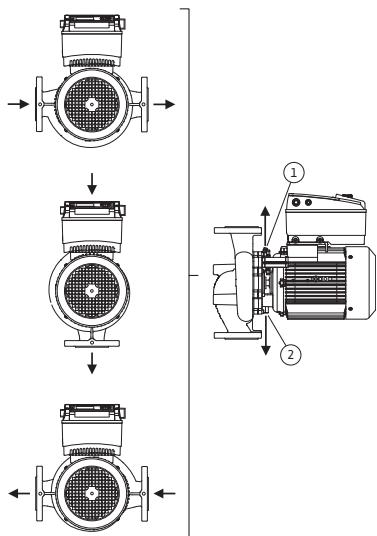

Рис. 18: Допустимые монтажные положения с горизонтальным валом электродвигателя
Допустимые монтажные положения с горизонтальным валом электродвигателя и электронным модулем вверх (0°) показаны на рис. 18. Не показаны допустимые монтажные положения с монтированным сбоку электронным модулем ($+/- 90^\circ$). Допускается любое монтажное положение, кроме «электронным модулем вниз» (-180°). Отвод воздуха из насоса обеспечивается только при условии, что клапан для выпуска воздуха обращен вверх (рис. 18, поз. 1).
Только в этом положении (0°) может осуществляться направленное отведение накапливающегося конденсата через имеющееся отверстие, фонарь насоса и двигатель (рис. 18, поз. 2).
- При горизонтальном положении вала отверстие для отвода конденсата должно быть направлено вниз (рис. 18, поз. 2). При необходимости следует соответствующим образом повернуть электродвигатель.